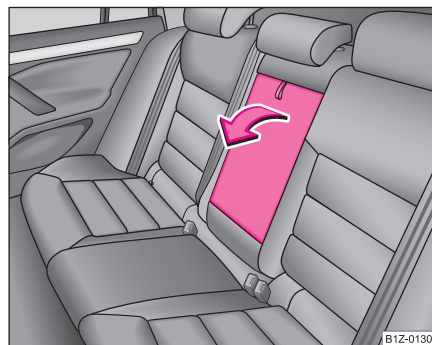

Fig. 71 Asientos traseros: Apoyabrazos
- El apoyabrazos lo puede abatir hacia abajo por el lazo para un aumento del confort ⇒ fig. 71. ■